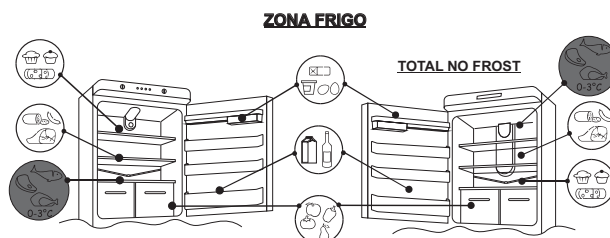

Fig.8
• Om de beste smaak, voedzaamheid en de versheid van voedsel te behouden, is het raadzaam om ze op te slaan in het koelgedeelte zoals aangegeven in fig. 8 hieronder, en zorg ervoor dat de etenswaren zijn verpakt in aluminium of plastic of in geschikte gesloten doosjes om kruisbesmetting te voorkomen.